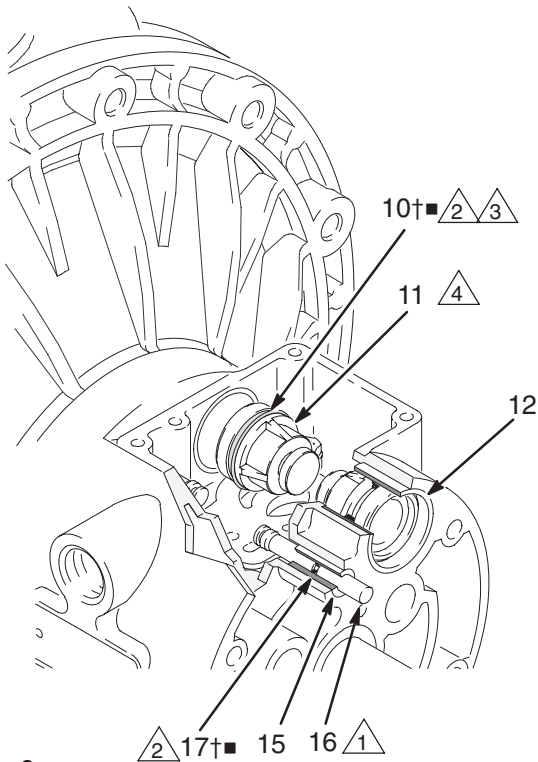

Fig. 8
4. Sortez les deux pistons d'actionneur (11) des coussinets (12). Retirez les joints en coupelle (10†■) des pistons. Sortez les axes de commande (16) des coussinets (15). Retirez les joints toriques (17†■) des axes de commande. Consultez la Fig. 8.
6. Vérifiez les coussinets (12, 15) en place. Consultez la Fig. 8. Les coussinets sont cintrés et, s'ils sont endommagés, doivent être retirés par l'extérieur. Cela nécessite le démontage de la section fluide. Consultez la page 20.
4. Installez un joint torique (17) sur chaque axe de commande (16). Graissez les axes et les joints toriques. Insérez les axes dans les coussinets (15), extrémité **fine** d'abord. Consultez la Fig. 8.
5. Installez un joint en coupelle (10) sur chaque piston d'actionneur (11), en orientant les lèvres des joints vers l'extrémité **fine** des pistons. Consultez la Fig. 8.
6. Lubrifiez les joints en coupelle (10) et les pistons d'actionneur (11). Insérez les pistons d'actionneur dans les coussinets (12), extrémité **large** d'abord. Laissez l'extrémité fine des pistons exposée. Consultez la Fig. 8.